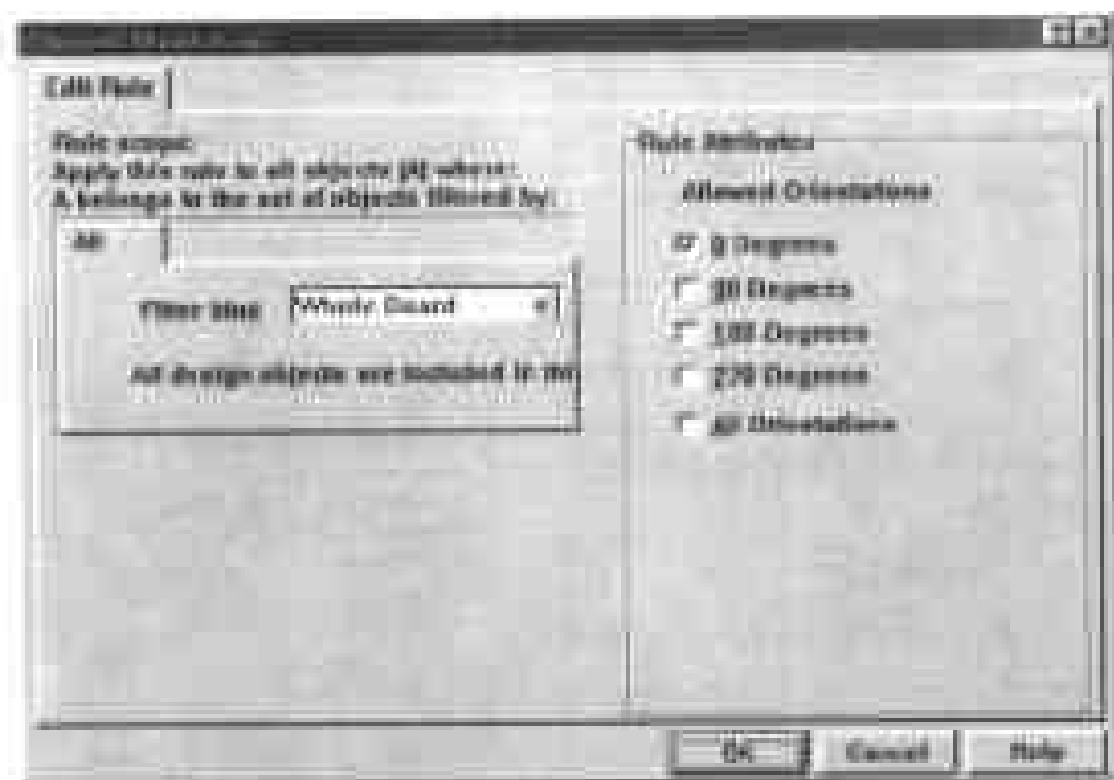

图 9-40 设置元件布置方向的对话框
(1) 选择 Design > Rules,在弹出的 Design Rules 对话框中单击 Placement 标签,然后在对话框的 Rule Classes 列表框中单击 Component Orientations Rule,此时对话框下部方框中包含 Scope, Rotations 两个栏目。
(2) 在对话框下部单击 Add 命令按钮,弹出如图 9-40 所示的对话框,供用户设置新的规则。
(3) 在对话框左边单击 Filter kind 选项的下拉列表框,在弹出的下拉列表中包含了 Whole Board, Component Class 和 Component 3 个选项,供用户指定此规则的适用范围,此选项的取值将对应于 Design Rules 对话框下部方框的 Scope 栏中。
(4) 在对话框右边的 Rule Attributes 选区中提供了 5 个复选框:0 Degrees, 90 Degrees, 180 Degrees, 270 Degrees 和 All Orientations,供用户指定元件的方向,此选项的设置将反映在 Design Rules 对话框下部方框的 Rotations 栏中。